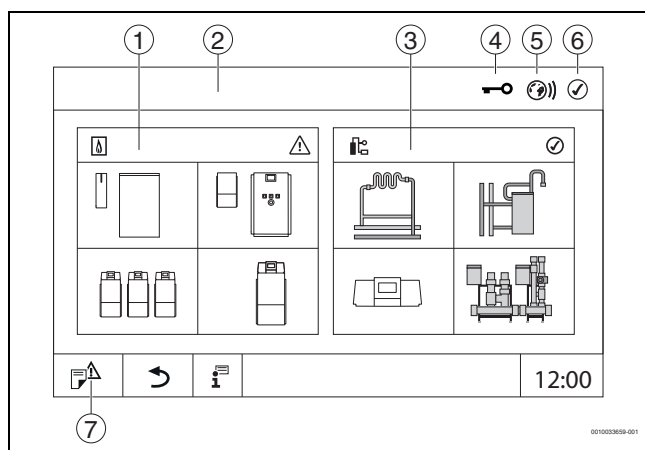

Fig. 3 Panoramica di sistema (esempio)
- Toccare **Impianto** (→ fig. 3, [3], pag. 7).